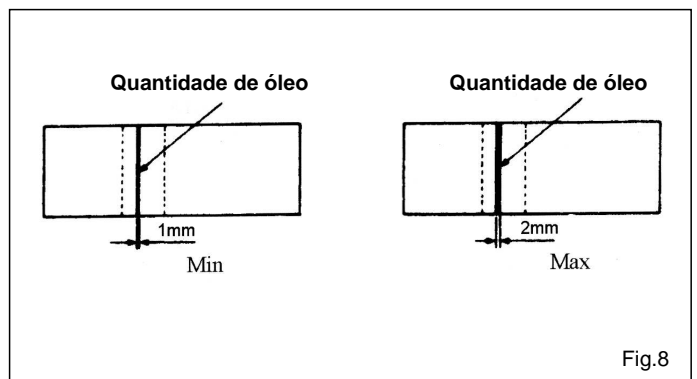

Fig.8
1. A quantidade de óleo poderá ser ajustada de acordo com diferentes processos de costura, porém deverá ser adequada. Caso contrário, a lançadeira gerará calor ou a peça de costura poderá ser contaminada. (Fig.8)